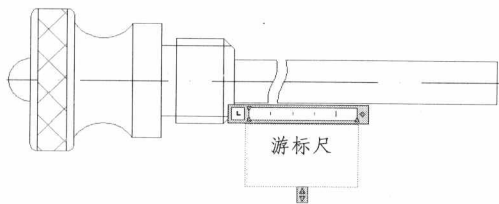

图 1-20 文字效果
STEP 09 文字效果。在菜单栏中执行“绘图>文字>多行文字”菜单命令后输入文字，如图 1-20 所示。